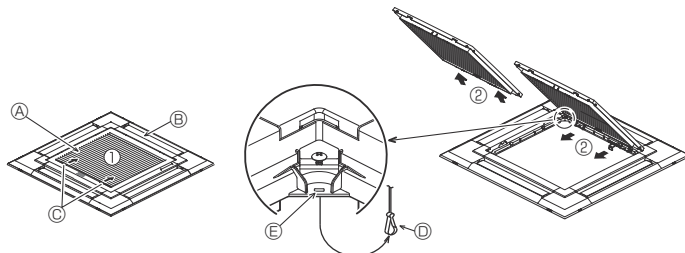
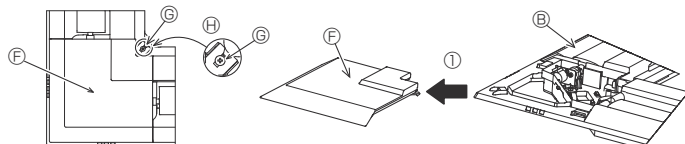

Fig. 9-3
Fig. 9-4
- Ⓒ Meetplaatje voor installatie ② (geplaatst in het hoofdapparaat)
9.2.1. Verwijderen van de gril van de inlaatopening (Fig. 9-3)
- Schuif de hendels in de richting die wordt aangegeven door de pijl ① om de gril van de inlaatopening te openen.
- Verwijder nu het scharnier van de gril van de inlaatopening zoals aangegeven door de pijl ②, terwijl de gril in de geopende positie staat.
9.2.2. Verwijderen van het hoekpaneel (Fig. 9-4)
- Maak de 4 schroeven op de hoek los. Schuif het hoekpaneel in de richting van pijl ① in de afbeelding en verwijder het hoekpaneel.
[Fig.9-3] [Fig.9-4]